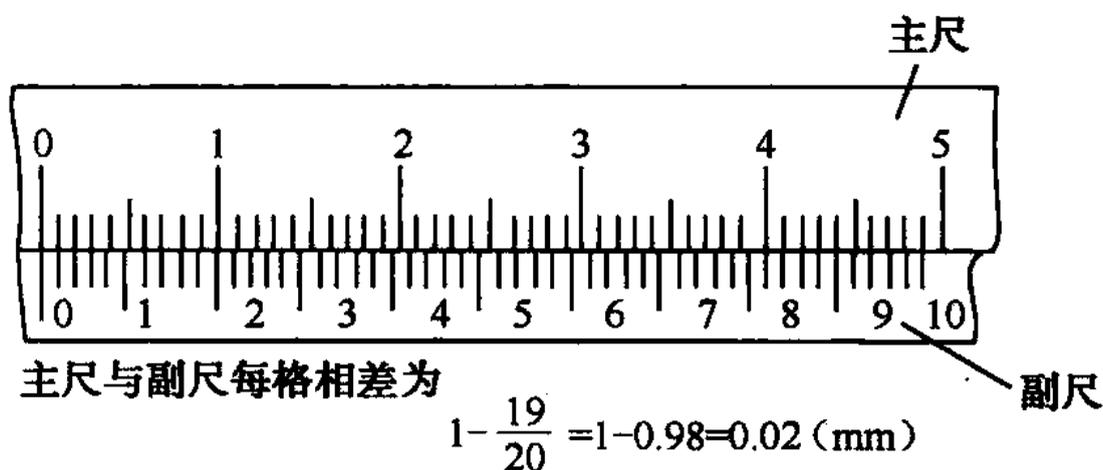

图 1-13 0.02mm 游标卡尺刻线原理
②0.02mm (1/50) 游标卡尺 (见图 1-13)。主尺每格 1mm, 主尺上的 49mm 在副尺 (游标) 上等分 50 格, 则副尺每格为  $49/50=0.98$  (mm), 主尺与副尺每格相差  $1-0.98=0.02$  (mm)。所以, 其测量精度为 0.02mm。